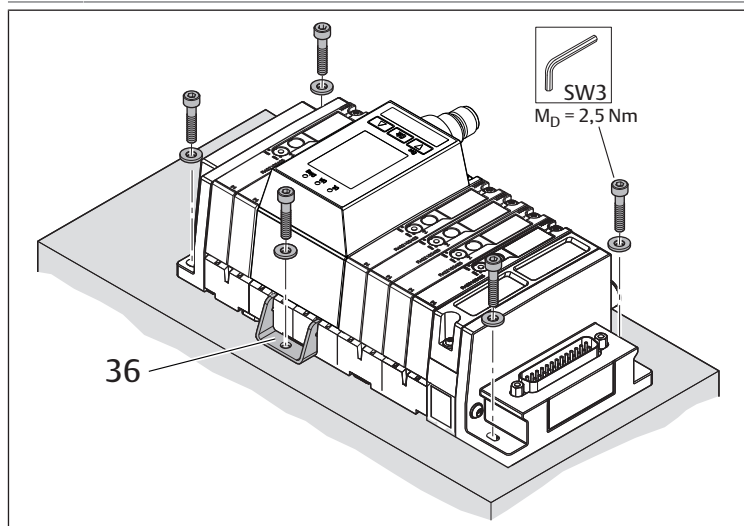

Fig. 11: Fissaggio del sistema valvole con angolari di sostegno, esempio
- ▶ Per la stabilizzazione del sistema valvole applicare ulteriori angolari di sostegno (36) (ved. Fig. 11). Regola generale: a partire da 17 posti valvola è necessario un angolare di sostegno aggiuntivo per ogni 8 posti valvola addizionali. Esempio: